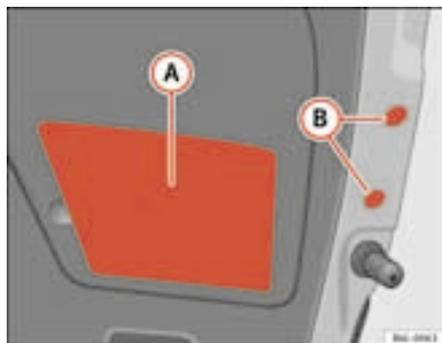

Fig. 158 Luce posteriore sul portellone
- Collocare i tappi **(B)** e la copertura in plastica **(A)** ⇒ fig. 158